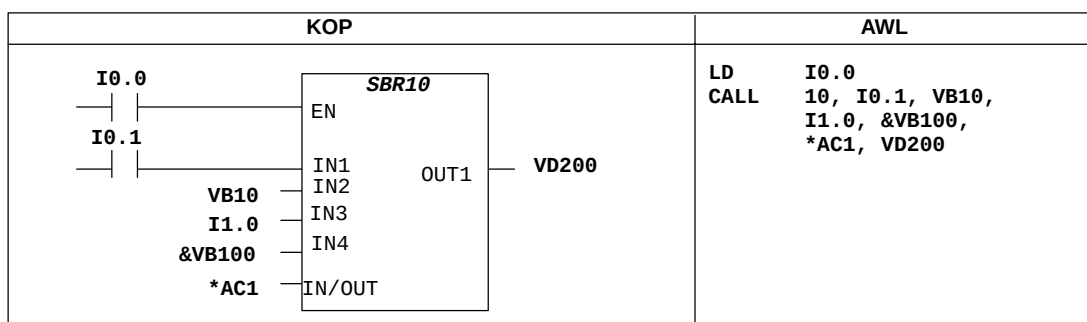

Figura 9-54 Llamada a subrutina en KOP y AWL
- **Circulación de corriente:** La circulación de corriente booleana sólo se permite en las entradas binarias (booleanas). Esta declaración le indica a STEP 7-Micro/WIN 32 que este tipo de parámetro de entrada es el resultado de la circulación de la corriente conforme a una combinación de operaciones lógicas con bits. Las entradas booleanas de circulación de corriente deben aparecer en la tabla de variables locales antes de cualquier otro tipo de entrada. Aquí se permite utilizar sólo parámetros de entrada. La entrada de habilitación (EN) y las entradas IN1 en la figura 9-54 usan la lógica booleana.
- **BOOL:** Este tipo de datos se utiliza para entradas y salidas binarias sencillas. IN2 en la figura 9-54 es una entrada booleana.
Los parámetros de dirección tales como IN4 en la figura 9-54 (&VB100) se transfieren a una subrutina como valor DWORD (palabra doble sin signo). El tipo de parámetro de una constante se debe indicar en la rutina de llamada mediante un descriptor delante del valor de la constante. Por ejemplo, para transferir como parámetro una constante de palabra doble sin signo cuyo valor sea 12.345, el parámetro de esta constante se deberá indicar de la siguiente forma: DW#12345. Si se omite el descriptor de la constante, se podría deducir que la constante es de un tipo diferente.